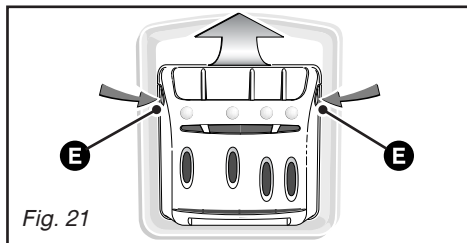

Fig. 21
- appuyez simultanément sur les bossages **E** se trouvant de part et d'autre de la boîte, celle-ci s'extrait de son logement (Fig. 21).